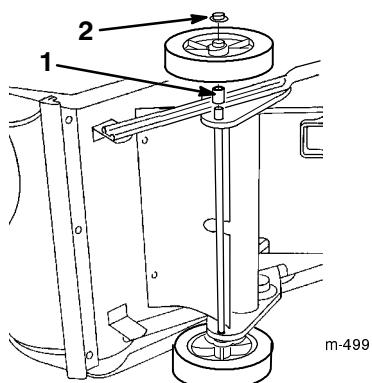

Figure 3
- Enfilez l'entretoise longue et une roue sur l'extrémité gauche de l'essieu (Fig. 3).